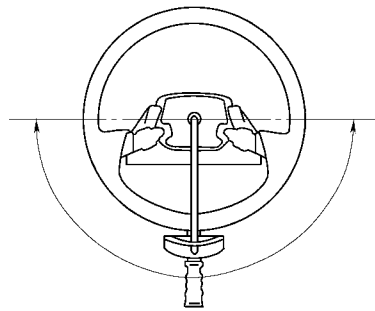

图 16-52 测量转向力矩
(8) 测量转向力矩。将转向盘转到正中位置，发动机在怠速状态下运转，使用扭力计测量两个方向的转向力矩，如图 16-52 所示。